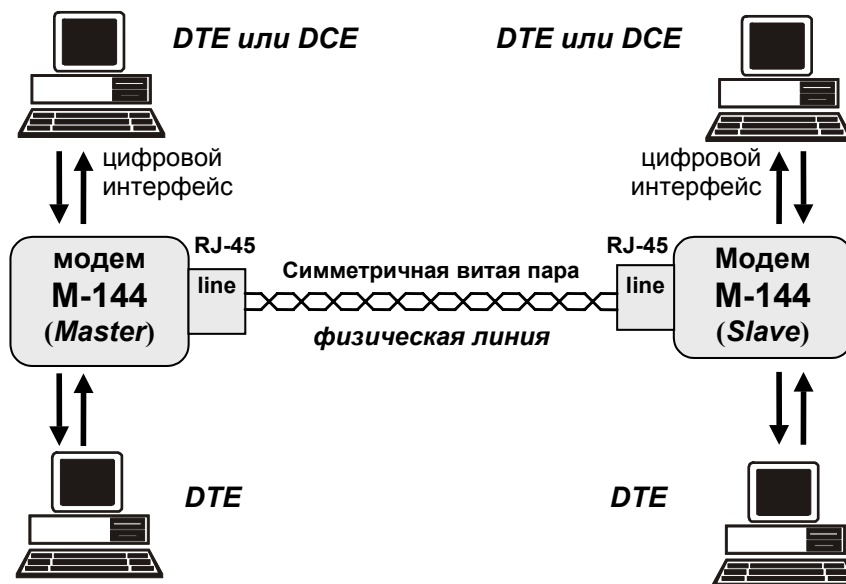

Рис. 13. Схема соединения модемов
Схема соединения модемов для организации дуплексного канала связи приведена на Рис. 13. Назначение контактов линейного разъёма приведено в приложении (см. Приложение 1). В качестве линейного разъёма применяется восьмиконтактная вилка **RJ-45**. В любом случае, для подключения к физической линии используются только два средних контакта. Полярность при подключении к проводам линии значения не имеет. Остальные контакты необходимо оставить незадействованными (за исключением случая использования специального грозозащитного заземления. Модемы с такой грозозащитой поставляются по специальному заказу).
1. Соединить модемы в соответствии со схемой, приведенной на Рис. 13 (стр.15).